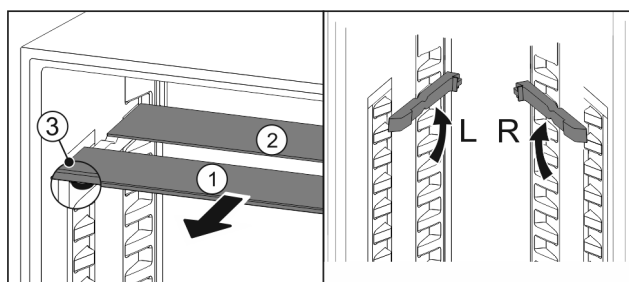

Fig. 20
- ▶ Wyciągnąć Fig. 20 (1) pojedynczo półki szklane do przodu.
- ▷ Płyta szklana Fig. 20 (1) z listwą ozdobną znajduje się z przodu.
- ▷ Stopery Fig. 20 (3) wskazują w dół.